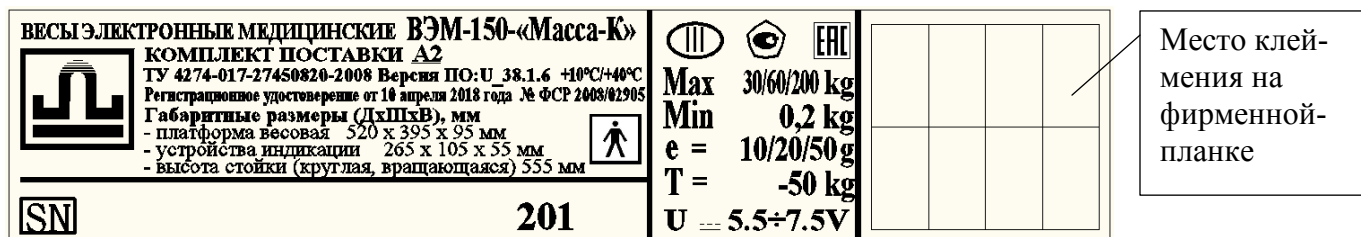
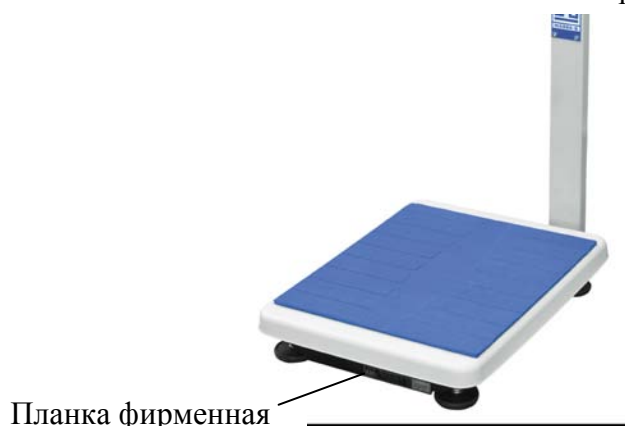

Рис. 18.1 - Планка фирменная
Рис. 18.2 - Местоположение планки
- нанести на фирменную планку весов (Рис. 18.1, Рис. 18.2) оттиск поверительного клейма.